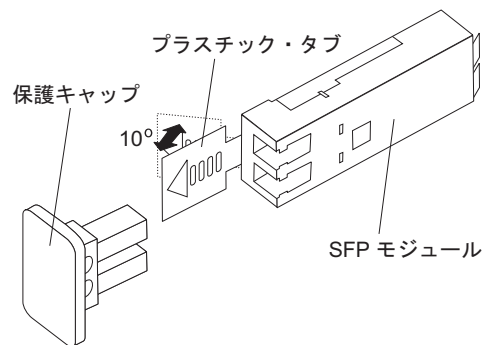

図 53. SFP モジュール・ラッチのアンロック - プラスチック・タブの場合
- プラスチック・タブが入っている SFP モジュールの場合は、図 53 に示されているように、プラスチック・タブを外側に 10° 引いて SFP モジュールのラッチをアンロックします。